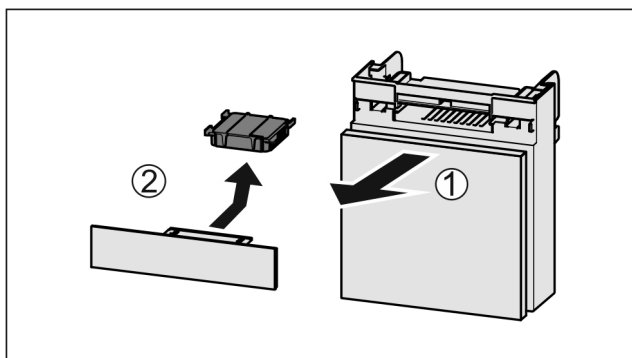

Fig. 177
- ▶ Вытянуть Fig. 177 (1) отделение движением вперед.
- ▶ Извлечь Fig. 177 (2) фильтр с активированным углем.